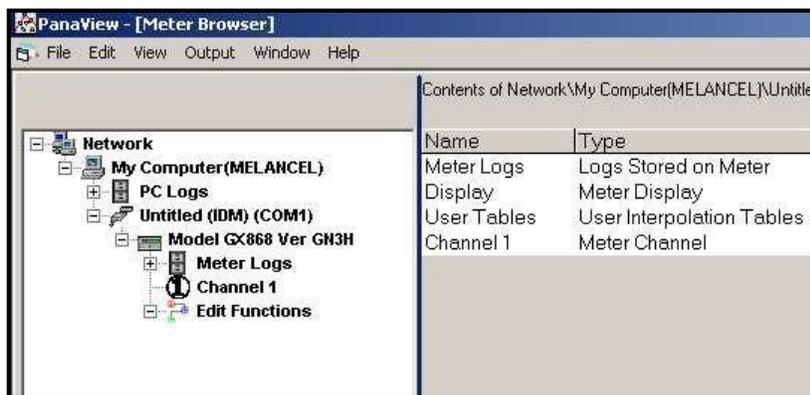

Figura 35: *New Meter Browser* com ramo do medidor
3. Expanda então a árvore do medidor, conforme a Figura 35 a seguir.